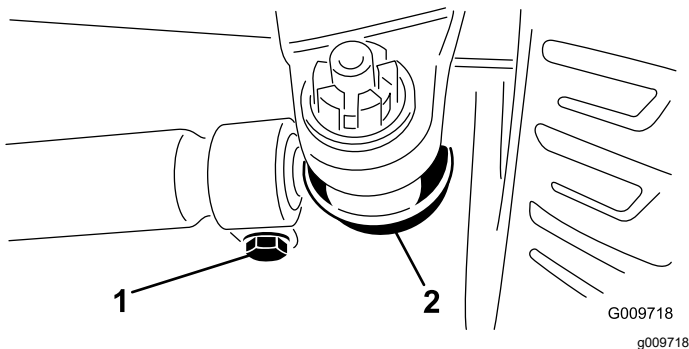

Figure 96
2. Pour le régler le pincement, retirez la goupille fendue et l'écrou de l'une des rotules de biellette (Figure 96).
4. Desserrez les fixations aux deux extrémités des biellettes (Figure 96).